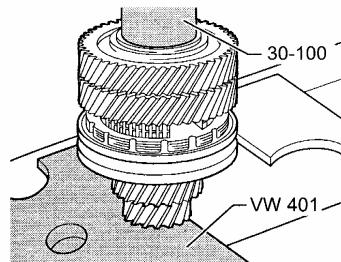

图 12-82 压入 5 挡齿轮
(13) 压入第 5 挡齿轮时, 较高的凸肩指向倒挡, 如图 12-82 所示。